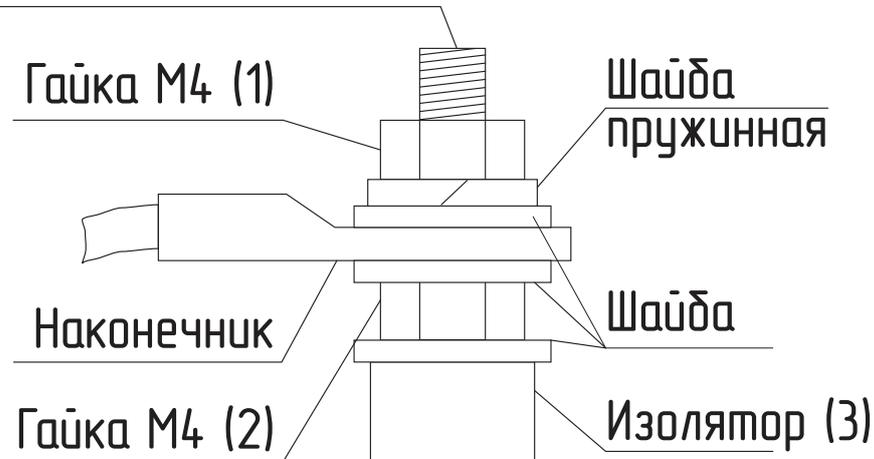

Рис.15 Присоединение проводов к выводам блок ТЭН
- При замене блок ТЭН присоединение фазных проводов к выводам блок ТЭН производить согласно **Рис.15**. Сечение кабеля указано в **Таб.1**;
- Провод нейтрали N подключить на перемычку блока ТЭН (**Рис.15**).